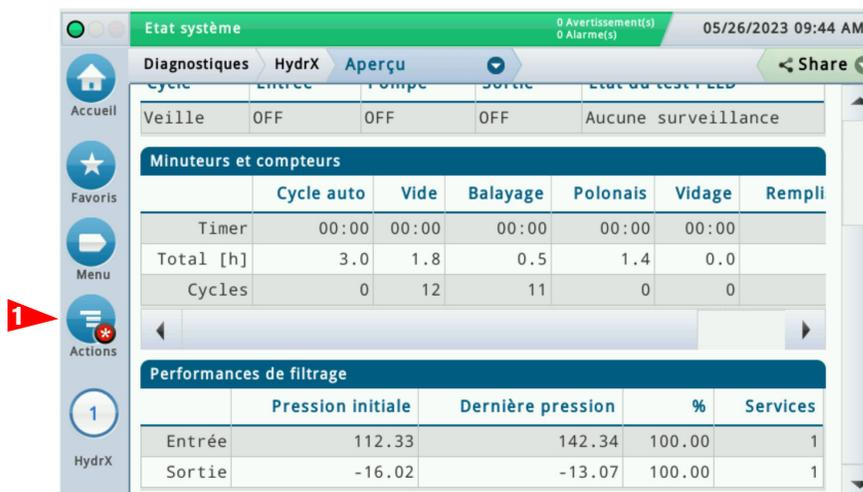

Figure 5. Exemple d'écran Vue d'ensemble du diagnostic HydrX - Page 2
- Faites défiler pour afficher l'onglet **Performances de filtrage** (voir Figure 5) qui affiche :
- Touchez le bouton **Actions** (1, Figure 5) pour ouvrir le menu des boutons du service de diagnostic HydrX (voir Figure 6). Remarque : les boutons d'action gris sont désactivés.